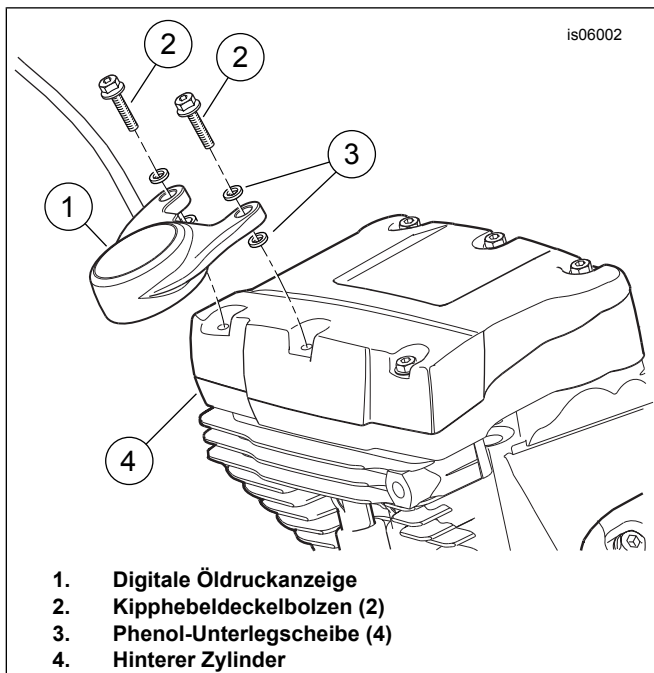

Abbildung 2. Einbau digitale Öldruckanzeige
5. Siehe Abbildung 2. Zum hinteren Motorzylinder (4) gehen. Auf der rechten Seite die zwei hintersten Kippheldeckelschrauben (2) entfernen und entsorgen. Altes Gewindegewandemittel aus den Gewindeöffnungen entfernen.
6. Die digitale Öldruckanzeige (1), zwei Sechskantschrauben mit Flansch und vier Isolierscheiben (3) aus dem Satz nehmen. Je eine Unterlegscheibe auf den Gewindeteil jeder Schraube stecken. Die Schrauben wie dargestellt durch die Befestigungslöcher der Anzeige einsetzen. Eine zweite Unterlegscheibe auf das Gewinde jeder Schraube stecken.